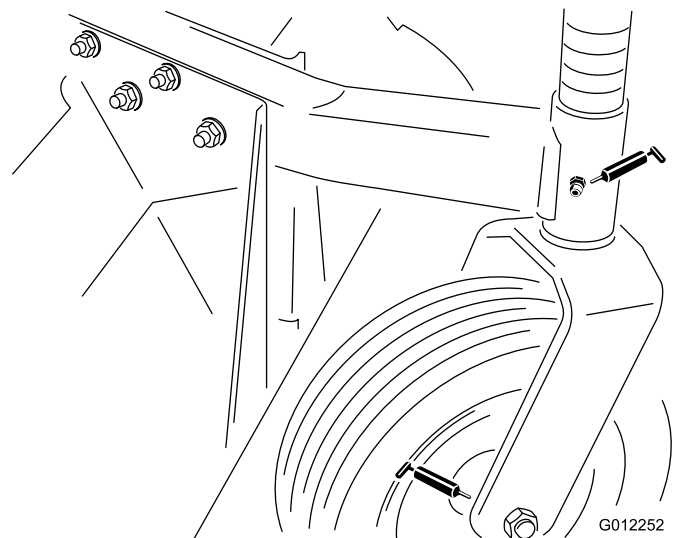

Figura 15
- Casquillos de los ejes de las ruedas giratorias delanteras (Figura 15)
- Cojinetes de las ruedas giratorias (Figura 15) y Figura 16)